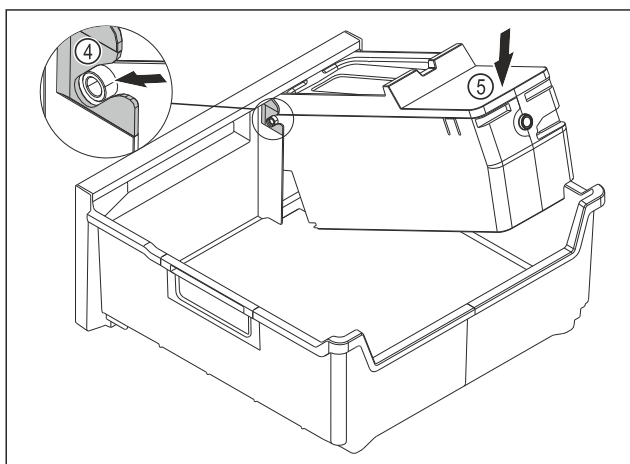

Fig. 181
- ▶ Az EasyTwist-Ice egység testének szerelése: Tolja be az EasyTwist-Ice egység testének tengelyeit a vezetőelemekbe Fig. 181 (4).
- ▶ Nyomja le az EasyTwist-Ice egység testének Fig. 181 (5) hátsó részét.